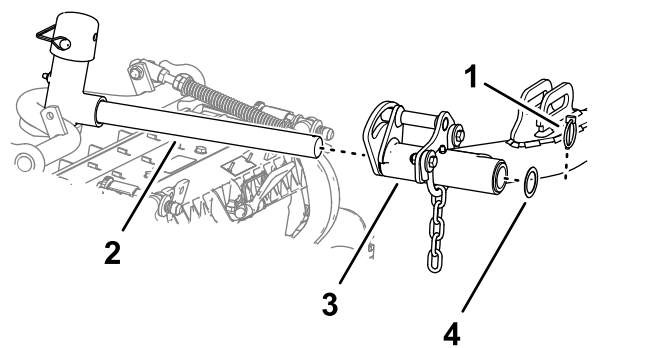

Рисунок 19
6. Подведите режущий блок под подъемный рычаг (Рисунок 19).